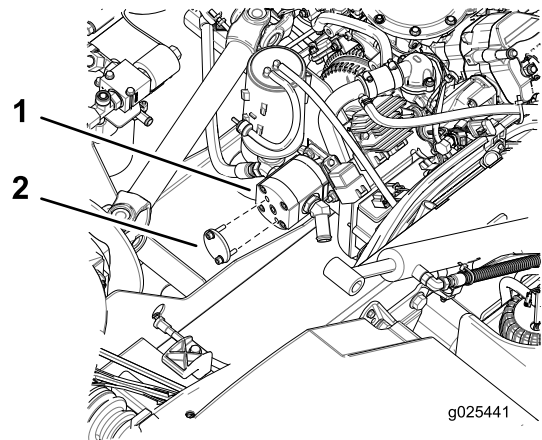

Figure 6
1. Nettoyez soigneusement la surface autour de l'obturateur d'extrémité de la pompe hydraulique pour éviter de faire tomber des saletés dans la pompe (Figure 6).
2. Enlevez les 2 boulons qui fixent l'obturateur d'extrémité à la pompe hydraulique (Figure 6). Enlevez l'obturateur d'extrémité.